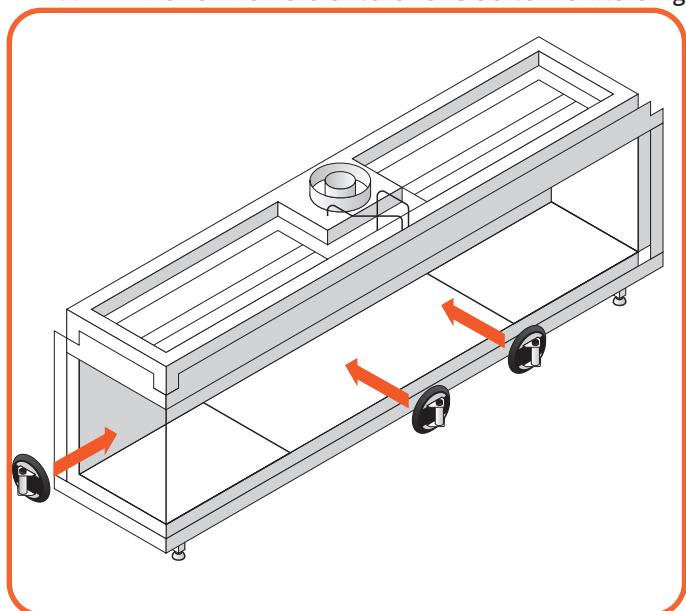

Abb. 9.4 Anlegen des Saugnapfes
- Setzen Sie den Saugnapf auf die Scheibe und vergewissern Sie sich, dass er sich fest angesogen hat (Abbildung 9.4).